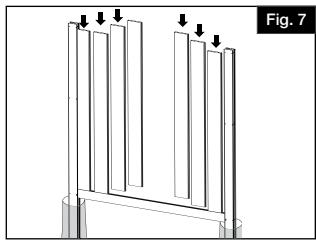

Fig. 7
4. Empezar a insertar los tablones, comenzando por la parte exterior de ambos postes hacia el centro (Fig. 7). Comprobar que las lengüetas y las ranuras de los tablones estén alineadas en la dirección adecuada.
Retirar el tornillo superior de modo que el canal esté limpio hasta que se instalen los tablones de relleno (Fig. 7).